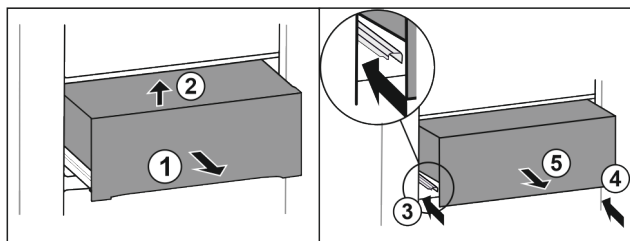

Fig. 42
- ▶ Zásuvku napůl vytáhněte. Fig. 42 (1)
- ▶ Nadzvedněte zásuvku vpředu. Fig. 42 (2)
- ▶ Zasuňte levou kolejničku. Fig. 42 (3)
- ▶ Zasuňte pravou kolejničku. Fig. 42 (4)
- ▶ Vyměňte zásuvku dopředu. Fig. 42 (5)